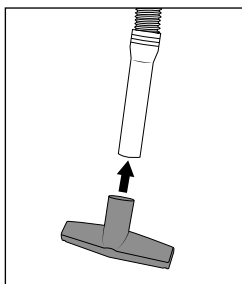

Fig. 10
- ◆ Sæt polstermundstykket 21 på sugeslangen 23 for at støvsuge polstringer eller gardiner (se fig. 10).